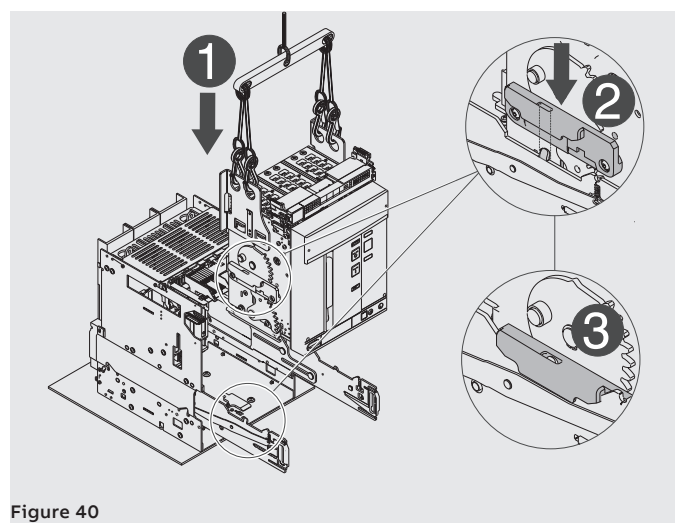

Figure 40
4. Positionner la partie mobile sur les glissières de la partie fixe. L'accrocher en introduisant la gorge du flanc dans le crochet de la glissière de la partie fixe. Voir Figure 40.